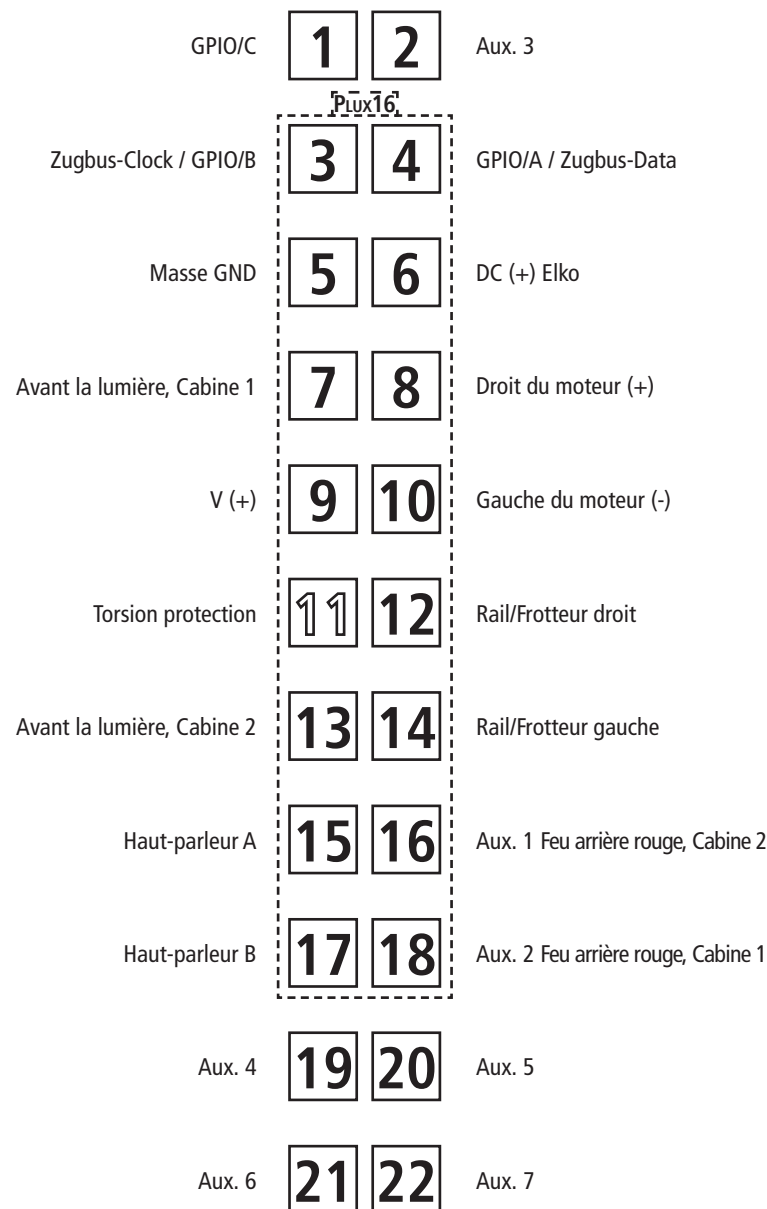
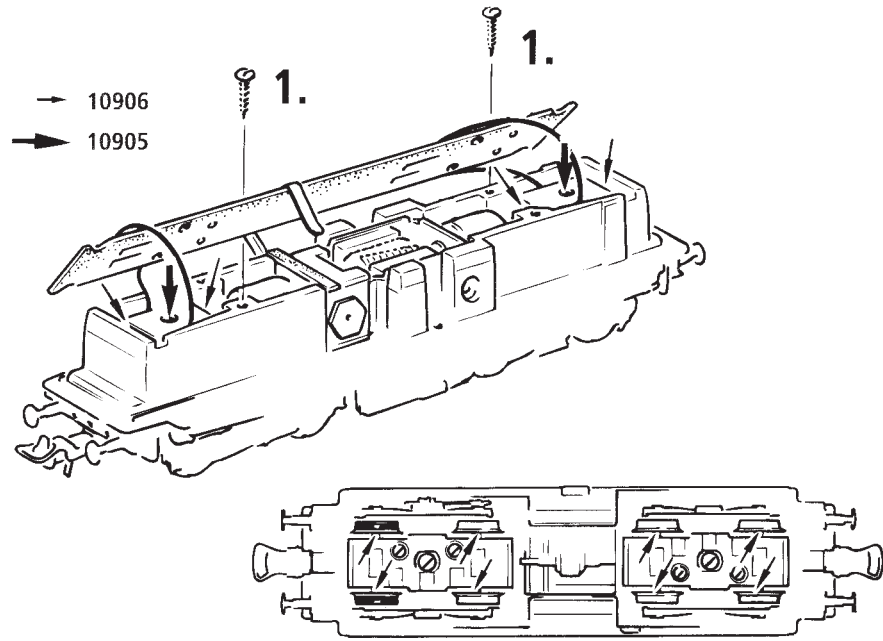
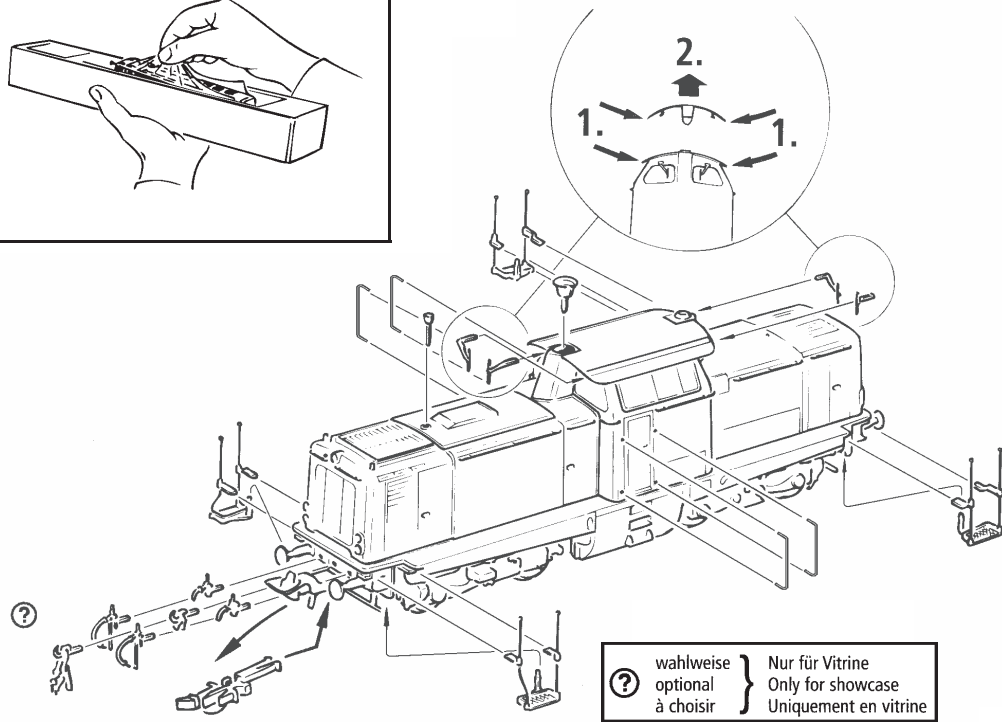

Fig. 7
Fig. 9
Fig. 3
2. Schmierung: Versehen Sie die im Schmierplan in Fig. 7 gekennzeichneten Stellen mit nur **kleinen Öltropfen**. Dazu zuerst das Lokgehäuse abnehmen (Fig. 3). Wir empfehlen den **ROCO Öler Art.-Nr. 10906**. Fürs Schmieren der Getriebeteile (Zahnräder, Schnecke) empfehlen wir das **ROCO-Spezialfett Art.-Nr. 10905**. Im Falle der Schmierung diese Teile **nicht ölen**.
Mehrzugbetrieb: Zuerst Lokgehäuse abnehmen (Fig. 3). Danach den Brückenstecker aus der Schnittstelle entfernen (diesen sorgsam aufbewahren). Danach den Stecker des Steuerbausteins lagerichtig einsetzen (siehe Fig. 9).
4. Kohlebürstenwechsel: Lokgehäuse abnehmen (Fig. 3). Danach wird der Motor ausgebaut und die Kohlebürsten ausgewechselt (Fig. 6).
2. Lubrication: Apply **tiny oil drops** to spots marked in fig. 7. Prior to lubrication dismantle locomotive (fig. 3). We recommend using item no. **10906, Roco oiler**. For lubrication the gearparts (e.g. cogwheels, worm) we would recommend our Roco **special grease** (item no. **10905**).
Remove the jumper from the interface. Finally put the plug of the chip into the interface as shown in fig. 9.
4. Carbon Brush Changing: First remove loco body (fig. 3), and then the motor (fig. 6).
2. Graissage: N'appliquez **qu'une toute petite goutte** aux endroits indiqués par le plan de graissage (fig. 9) après avoir démonté la caisse de la locomotive (fig. 4). Nous vous recommandons **le graisseur à huile Roco réf. 10906**. Pour graisser les engrenages (roues dentées, vis sans fin) nous vous conseillons la **graisse spéciale Roco réf. 10905** pour engrenages en matières synthétiques. Lorsque vous utilisez cette graisse il faut éviter d'huiler ces composants.